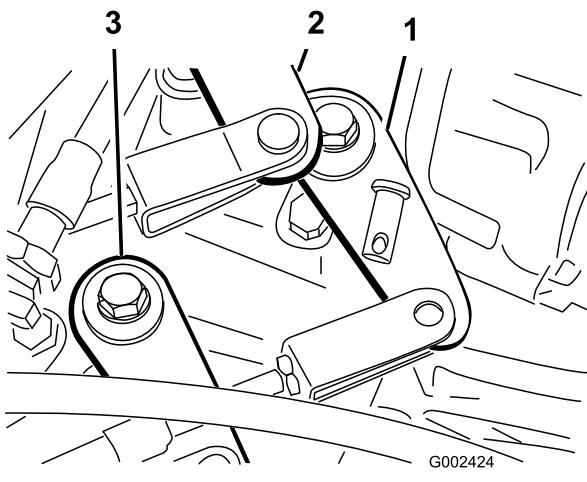

Figura 53
- Retire los pasadores de horquilla que fijan los cables del cambio de marchas a los brazos de cambio del transeje (Figura 53).
1. Retire el pasador de horquilla que sujetá el cable de Alto-Bajo al transeje (Figura 53).